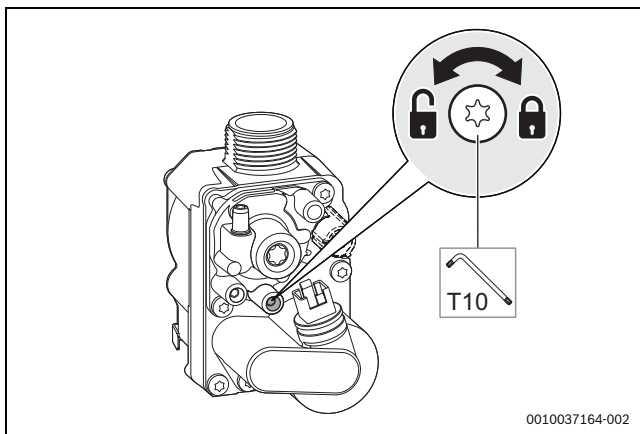

Bild 115 Gas-Anschlussdruck messen
- ▶ Schraube am Messsstutzen für den Gas-Anschlussdruck 2 Umdrehungen lösen (→ Bild 115).